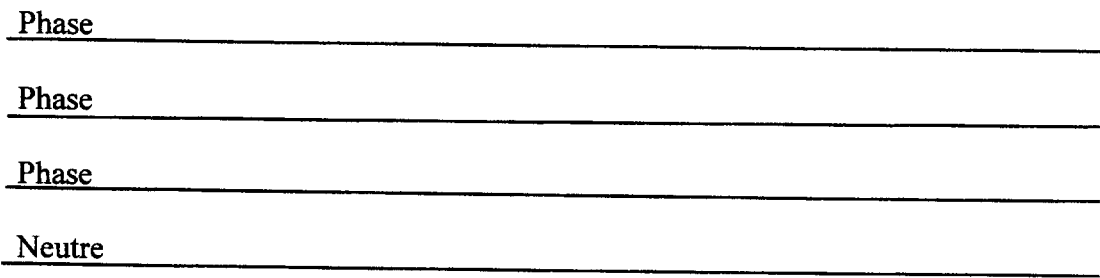

Figure 2
2.1. Représenter le schéma de couplage des conducteurs en indiquant une tension simple v et une tension composée u sur la figure 2 du document réponse